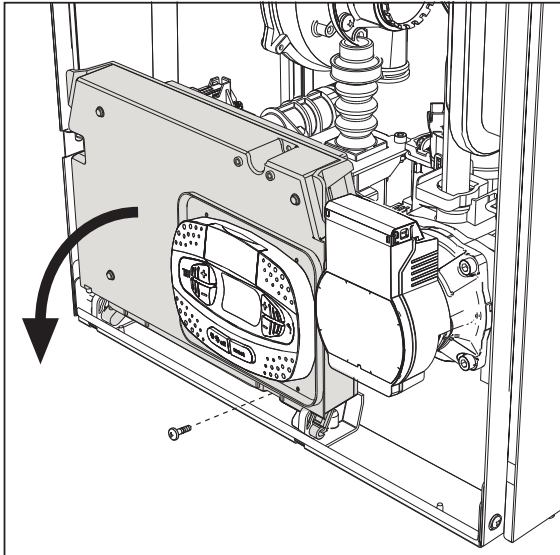
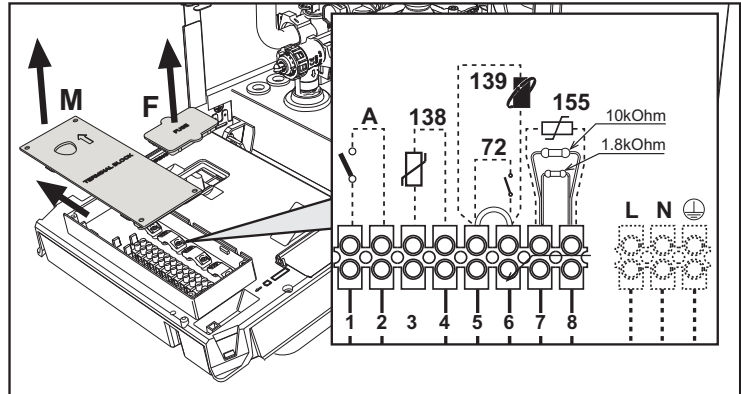

fig. 20
fig. 21
Dopo aver tolto il pannello frontale ( sez. "Apertura del pannello frontale" a pag. 33) è possibile accedere alla morsettiere (M) e al fusibile (F) seguendo le indicazioni descritte di seguito (fig. 20 e fig. 21). **I morsetti indicati nella fig. 21 devono essere a contatti puliti (non 230V).** La disposizione dei morsetti per i diversi allacciamenti è riportata anche nello schema elettrico alla fig. 58.
## Configurazione Interruttore ON/OFF (A fig. 21)